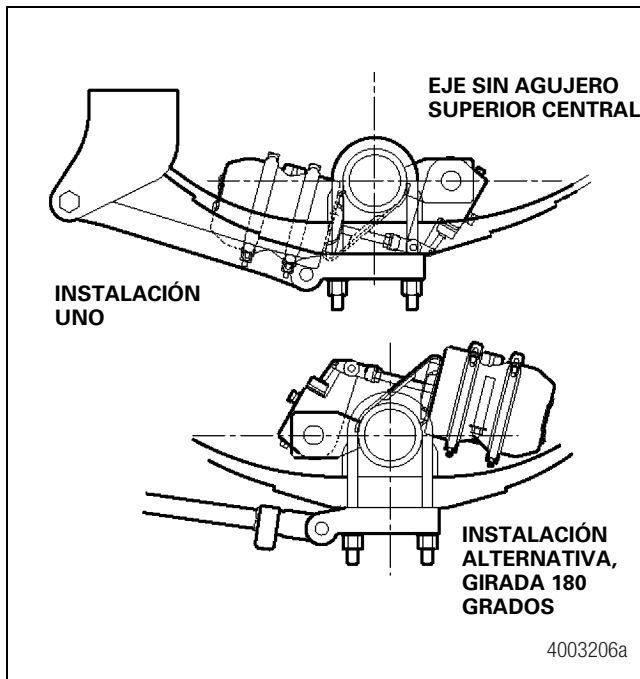

Figura 6.3
2. En los ejes que no tienen el mencionado agujero superior central, se puede girar el eje 180 grados. Por lo tanto, la parte superior e inferior del eje son intercambiables. Figura 6.3.
2. En los ejes que no tienen el mencionado agujero superior central, se puede girar el eje 180 grados. Por lo tanto, la parte delantera y la parte trasera del eje son intercambiables. Figura 6.3. Para estos modelos, guíese por las directrices de instalación de freno de esta sección.